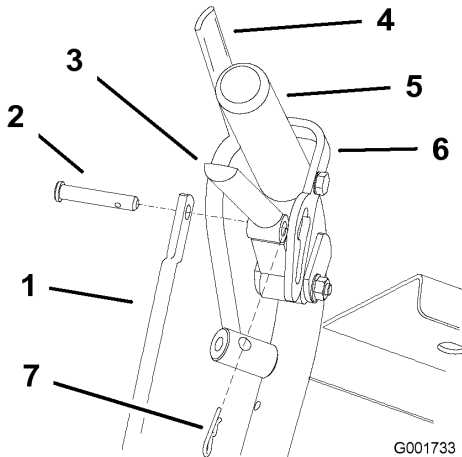

Figura 40
- Ajuste la longitud de la varilla de control soltando la palanca de avance y retire el pasador de horquilla y el pasador. Gire la varilla en el acoplamiento (Figura 40).
- Coloque el pasador en la palanca de avance (Figura 40).
- Instale el pasador de horquilla entre las palancas de avance y los cierres de bloqueo de punto muerto e introdúzcalo en el pasador (Figura 40).